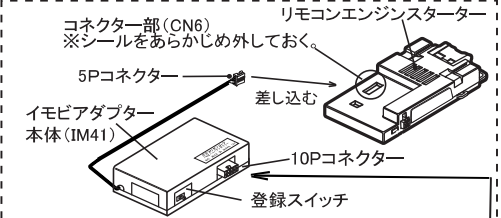

図3 エンジンスターター本体とイモビアダプター本体の接続
- ③ イモビアダプター本体とIM41専用ハーネス(10Pコネクタ部)を接続します。
- ④ エンジンスターター本体のコネクタ部(CN6)についているシールを取り外し、図3を参考にエンジンスターター本体とイモビアダプター本体を接続します。
- ⑤ エンジンスターターを車両に取り付けて「オートマチック車の登録」作業まで行います。詳しくはエンジンスターターの取付・取扱説明書をよく読んで作業してください。